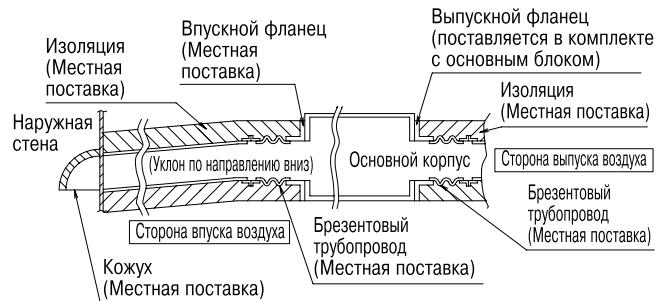

Рис. 14
- Подключите трубопровод (местная поставка), как показано ниже. **(См. рис. 14)**